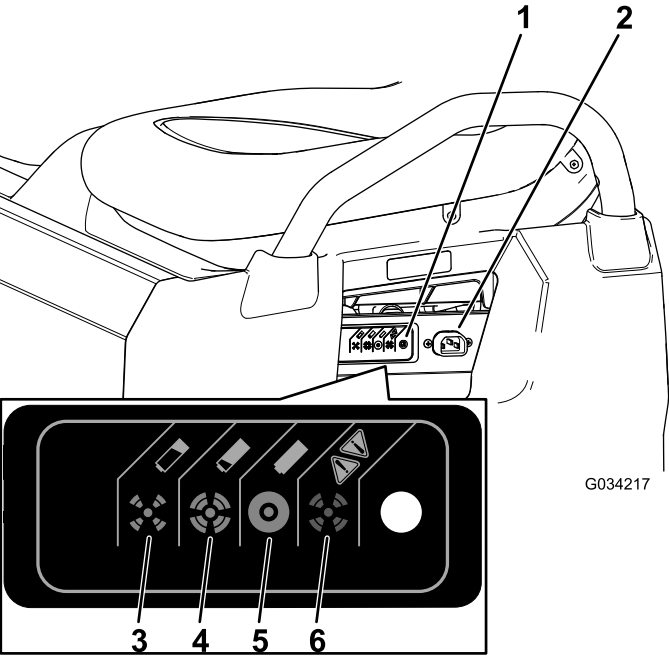

Figura 37
- Conecte un **cable de cargador de calibre 16 (o de un diámetro mayor), de 8.2 pies (2.5 m) o menos** al conector de carga de la máquina (Figura 37).
Consulte la tabla siguiente y Figura 37 para obtener más información sobre el significado de los diferentes colores de la luz de estado del cargador.